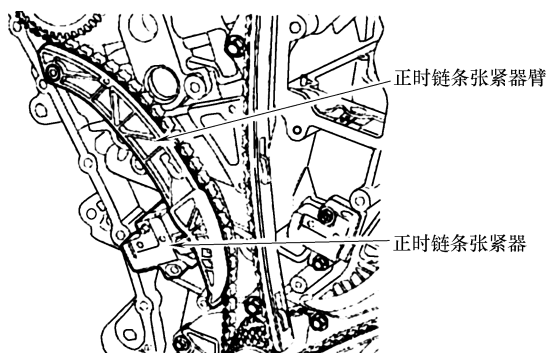

图 29-30 右侧正时链条自动张紧器和张紧器臂识别
21) 拆卸右侧正时链条自动张紧器和右侧正时链条张紧器臂（图 29-30）。